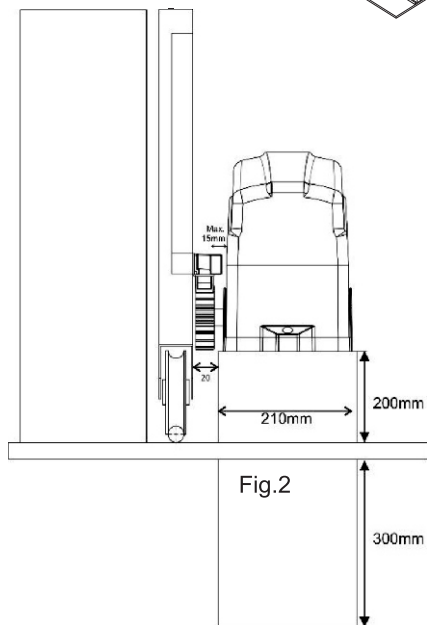

Fig. 2
- Faça a marcação dos furos da base do equipamento e fure-os de acordo com a medida das buchas de fixação ou dos parafusos que acompanham o Kit de instalação (fig. 2).
*• Marque dos orificios en la base del equipo y perforo de acuerdo con la medida de los tarugos de fijación o de los tornillos que acompañan el kit de instalación (fig. 2).*